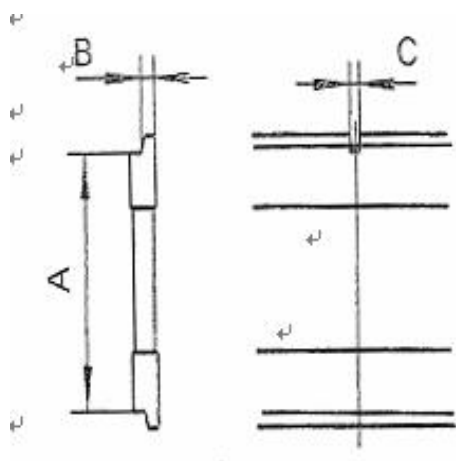

图 1
叉车货叉架尺寸如图 1 所示（符合 ISO2328-2007），相关尺寸数值参见下表：
- 松开下挂钩上的 4 个锁紧螺母（如图 1），将调距叉挂装在货叉架上；